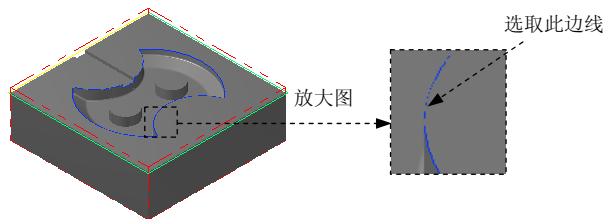

图 22.27 选取切削范围边线
(3) 在 **边界范围** 区域中单击  按钮，系统弹出“串连选项”对话框。在图形区中依次选取图 22.27 所示的边线，单击  按钮，系统返回至“刀具路径的曲面选取”对话框。
(4) 单击  按钮，系统弹出“曲面精加工环绕等距”对话框。